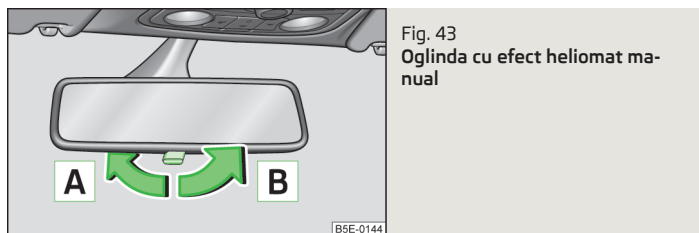

Fig. 43
- Reglați maneta de la marginea inferioară a oglinzii în sensul parbrizului (oglindea se reglează pe poziția antiiorbire) » fig. 43.